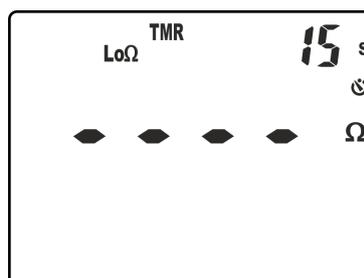

Fig. 30: Configuração do tempo de medida no modo TMR
5. Premir os botões **▼/☼** ou **▲/ZERO** para configurar o tempo de medição (Timer) no intervalo: **1s ÷ 30s**. Notar o valor na parte superior direita do display (ver Fig. 30)